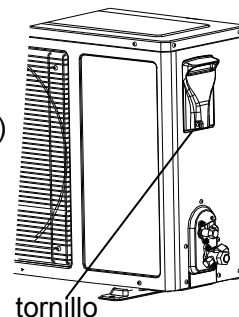

Figura 13
- Desmonte la capa de alambre accesorio.(Figura.13).